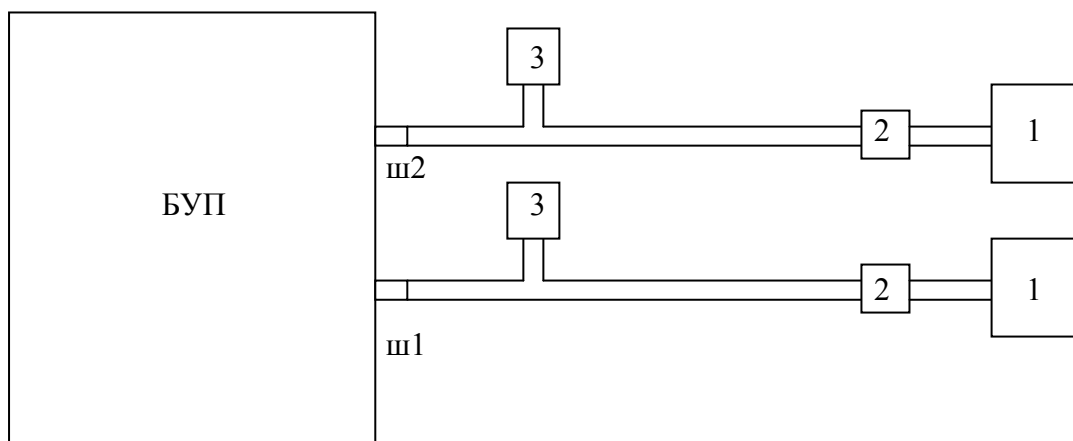

Рисунок 2. Схема подключения баллонов с нулевым газом или азотом к БУП
2.3.5 В случае присутствия в рабочем помещении следов хлора подключить ко входному штуцеру 1 "ВХОД ЛИН. ГЕН." на задней стенке БУП баллон с нулевым газом или азотом под давлением через вентиль плавной регулировки и тройник с выходом на индикатор расхода, как показано на рис. 2.
2.3.6 Подключить к входному штуцеру 2 "ВХОД ЛИН. РАЗБ." на задней стенке БУП баллон с нулевым газом или азотом под давлением через вентиль плавной регулировки и тройник с выходом на индикатор расхода, как показано на рис. 2.